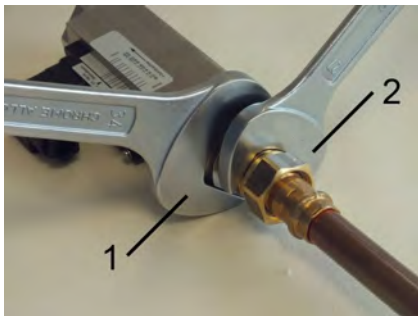

Abb. 12: Gerät einschrauben
2. ➔ Drehen Sie mit einem passenden Maulschlüssel (Abb. 12/2) die Übergangverschraubung der Rohrleitung ein. Halten Sie dabei die Geräteverschraubung mit einem passenden Maulschlüssel (Abb. 12/1) gegen